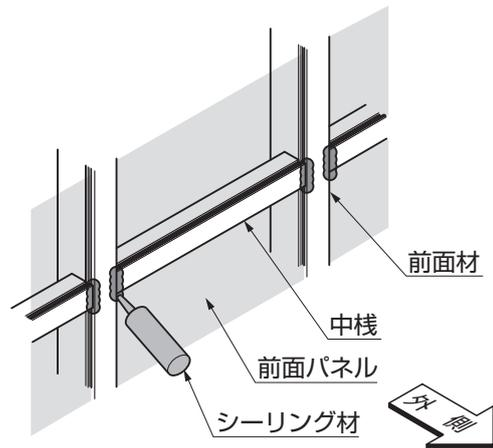

図7-7
- ①後付けビート材を押込んでください。
- ②中棧と柱の前面材の間に、シーリングをしてください。(図7-7参照)
- 指定の箇所には、必ず雨水侵入防止のため、シーリングをしてください。(図7-7参照)